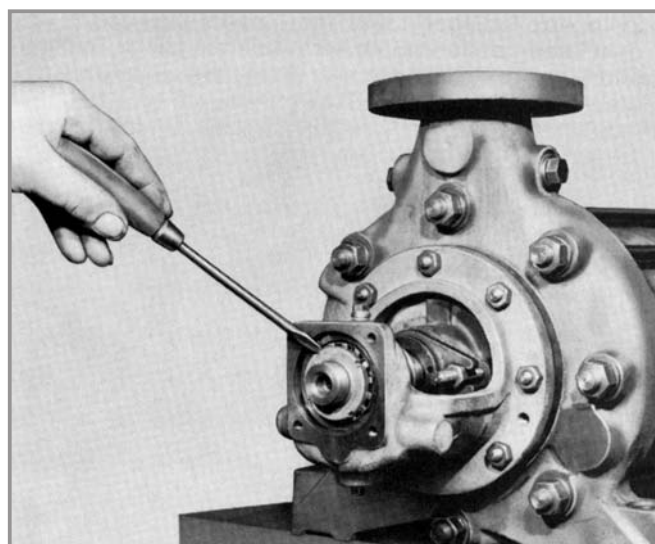

Fig. 31 - Destravamento da porca do mancal
03. Com um pino ou a ponta de uma chave de fenda soltar a lingueta da chapa de segurança (931) que trava a porca de mancal (923) (vide Fig. 31).